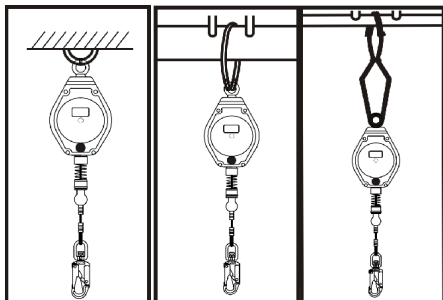
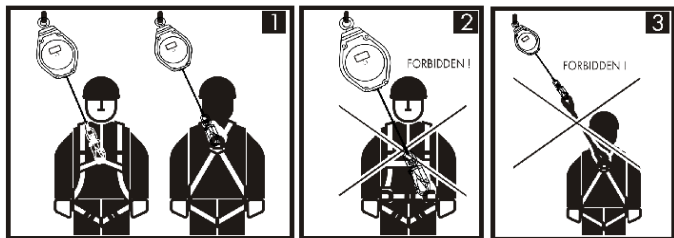

Fig. 1
Fig. 6
El dispositivo anticaída debe estar conectado a un punto de anclaje estructural mediante su asa de conexión, utilizando un conector que cumpla con la norma EN362 o un dispositivo de anclaje que cumpla con la norma EN795:2012. El punto de anclaje estructural debe estar situado por encima del lugar de trabajo y tener una resistencia estática mínima de 12 kN. La forma del punto de anclaje estructural no debe permitir la desconexión espontánea del dispositivo (Fig.1). El cable de trabajo con el gancho debe conectarse al punto de enganche frontal o dorsal del arnés de cuerpo completo
(conforme a la norma EN361; utilice únicamente los puntos de enganche marcados con la letra "A" mayúscula para enganchar un sistema anticaídas) (Fig.6, 1). Está estrictamente prohibido conectar el anticaídas al cinturón de posicionamiento de trabajo (Fig.6, 2). Además, está estrictamente prohibido añadir cualquier elemento adicional entre el cable de trabajo y el punto de enganche del arnés (Fig.6, 3). Es importante proteger siempre el gatillo del mosquetón contra la apertura accidental con un equipo de protección.
The anti-fall device must be connected to a structural anchor point by its connecting handle, using a connector that complies with the EN362 standard or an anchoring device that complies with the EN795:2012 standard. The structural anchor point must be located above the workplace and have a minimum static strength of 12 kN. The shape of the structural anchor point should not allow spontaneous disconnection of the device (Fig.1). The working cable with the hook must be connected to the front or back attachment point of the full-body harness (according to EN361; use only the attachment points marked with the capital letter "A" to attach a fall arrest system) (Fig.6, 1). It is strictly forbidden to connect the fall arrestor to the work position
ing belt (Fig.6, 2). In addition, it is strictly forbidden to add any additional elements between the working cable and the harness attachment point (Fig.6, 3). It is important to always protect the carabiner trigger against accidental opening with protective equipment.
**D'ANCRAGE STRUCTUREL:** Le dispositif antichute doit être connecté à un point d'ancrage structurel par sa poignée de connexion, à l'aide d'un connecteur conforme à la norme EN362 ou d'un dispositif d'ancrage conforme à la norme EN795:2012. Le point d'ancrage structurel doit être situé au-dessus du poste de travail et avoir une résistance statique minimale de 12 kN. La forme du point d'ancrage structurel ne doit pas permettre une déconnexion spontanée de l'appareil (Fig.1).Le câble de travail avec le crochet doit être connecté au point d'attache avant ou arrière du harnais intégral (selon EN361; utilisez uniquement les points
d'attache marqués de la lettre majuscule "A" pour attacher un système antichute) (Fig.6, 1). Il est strictement interdit de connecter l'antichute à la ceinture de positionnement de travail (Fig.6, 2). De plus, il est strictement interdit d'ajouter des éléments supplémentaires entre le câble de travail et le point d'attache du harnais (Fig.6, 3). Il est important de toujours protéger la gâchette du mousqueton contre une ouverture accidentelle avec un équipement de protection.